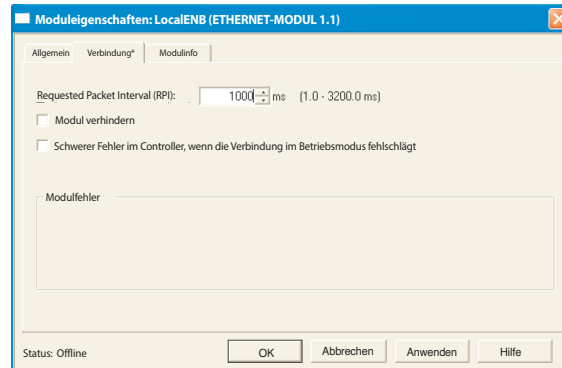

Abbildung 4.3.21q Seite „Moduleigenschaften“
7. Stellen Sie auf der Seite mit den Moduleigenschaften (Abbildung 4.3.21q) das RPI auf 1000 ein und klicken Sie auf „OK“.